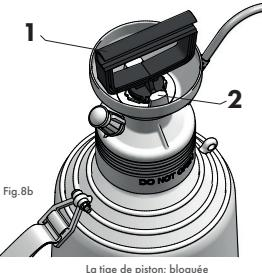
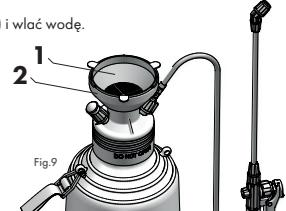

Fig.8b
Fig.9
Dévisser la pompe de la tête – pour ce faire, il faut bloquer la tige de piston (fig. 8b/pos. 1) dans les manchons du cylindre (fig. 8b/pos. 2). Dévisser la pompe en tenant la tige de piston (fig. 8b/pos. 1), dans le sens inverse des aiguilles d'une montre.
Mettre le tamis (fig. 9/pos. 2) dans la tulipe de la tête (fig. 9/pos. 1) et verser l'agent de pulvérisation préparé au préalable conformément aux recommandations du fabricant. Afin de protéger le gicleur pulvérisant contre la salissure pendant le remplissage du réservoir de l'agent de pulvérisation, il est recommandé d'appuyer la buse sur la tête (le gicleur dirigé vers le haut.)
Enlever le tamis (fig. 9/pos. 1) de la tulipe de la tête (fig. 9/pos. 2). Visser la pompe (fig. 1/pos. 5) dans la tête (fig. 1/pos. 4). Pour ce faire, il faut bloquer la tige de piston de la pompe (fig. 8b/pos. 1) dans les manchons du cylindre (fig. 8b/pos. 2). Il faut faire attention à garder toujours l'étanchéité du raccord. La tige de piston ainsi bloquée peut servir comme la poignée de transport.
Dévisser la pompe de la tête – pour ce faire, il faut bloquer la tige de piston (fig. 8b/pos. 1) dans les manchons du cylindre (fig. 8b/pos. 2). Dévisser la pompe, en tenant la tige de piston (fig. 8b/pos. 1), dans le sens inverse des aiguilles d'une montre.
Do kielicha głowicy (rys. 9/pos. 2) włożyć sioko (rys. 9/pos. 1) i wlać wodę.
Usunąć sioko (rys. 9/pos. 1) z kielicha głowicy (rys. 9/pos. 2).